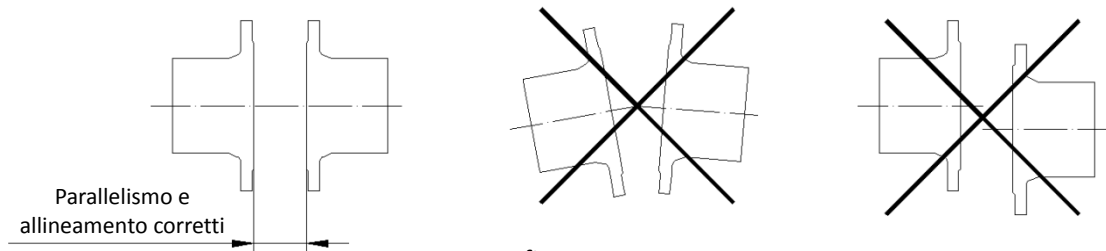

fig. 1
- Bisogna prestare particolare attenzione a rispettare la distanza corretta tra le flange e che siano correttamente allineate e parallele, (fig. 1).